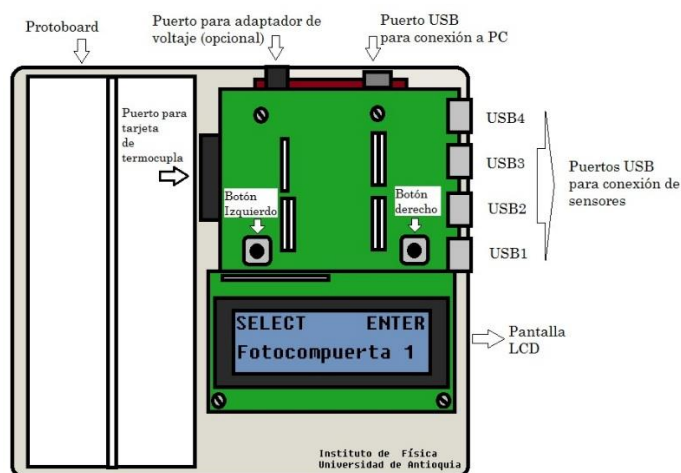

Figura 1. Sistema de adquisición de datos. Puertos accesibles al usuario.
3. En el sistema seleccione la función deseada (ver descripción de las funciones) mediante el botón “SELECT” (botón izquierdo) y oprima “ENTER” (botón derecho). Ver figura 1.
Cuando la fotocompuerta es conectada al puerto USB1 (ver figura 1), el sistema arroja los tiempos (ms) en que se produce una interrupción del haz. El contador se inicia en el momento que se presiona “ENTER”. Esta función es útil en diversos experimentos de mecánica como el cálculo de velocidad angular en función del tiempo haciendo uso de una polea ranurada perpendicular al haz. Los tiempos son visualizados en el HyperSerialPort.
Cuando la fotocompuerta es conectada al puerto USB1 (ver figura 1), el sistema arroja los tiempos (ms) en que se produce una transición de claro a oscuro u oscuro a claro en el fotodetector. El contador se inicia en el momento que se presiona "ENTER". Esta función es útil en diversos experimentos de mecánica como el cálculo de la velocidad máxima de un péndulo en función del tiempo. Los tiempos son visualizados en el HyperSerialPort.
Cuando dos fotocompuertas son conectadas a los puertos USB1 y USB2 (ver figura 1), el sistema arroja el tiempo transcurrido (ms) entre la interrupción de una fotocompuerta (USB1 ó USB2) y la interrupción de la otra (USB1 ó USB2). Esta función es útil en diversos experimentos de mecánica como el cálculo de velocidad promedio en un intervalo de longitud variable. Los tiempos son visualizados en el HyperSerialPort.
Cuando la fotocompuerta es conectada al puerto USB1 (ver figura 1), el sistema arroja el tiempo (ms) que dura una interrupción del haz. Esta función es muy útil para la medida de velocidades. Los tiempos son visualizados en el HyperSerialPort. Esta opción permite ver el tiempo directamente en la pantalla del sistema.
Cuando las tarjetas de sensores análogos se conectan a los puertos USB3 ó USB4 (ver figura 1), el sistema arroja un número entero N entre 0 y 1023 que está relacionado con la variable física asociada al sensor correspondiente. Antes de comenzar la medida, se le pide al usuario escoger el tiempo entre datos presionando "SELECT" hasta llegar al valor deseado. Luego debe presionarse "ENTER". Los datos son visualizados en el HyperSerialPort. Esta opción permite ver los valores directamente en la pantalla del sistema.
Cuando el módulo de termocupla se conecta al "Puerto para tarjeta de termocupla"⁴ (ver figura 1), el sistema arroja la temperatura en grados centígrados. El rango de temperaturas a medir puede estar entre 0°C y 127.5°C. La resolución es de 0.13°C. La temperatura es visualizada en el HyperSerialPort y se actualiza cada segundo. Esta opción permite ver el valor de la temperatura directamente en la pantalla del sistema.